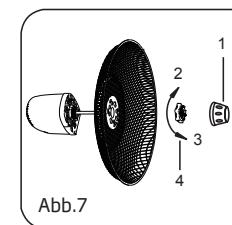

Abb.7
1. Lösen Sie den Spinner im Uhrzeigersinn (oder nehmen Sie den Spinner aus der Tasche) und die Kunststoffmutter gegen den Uhrzeigersinn, um beide zu entfernen. Befestigen Sie das hintere Gitter am Motor und ziehen Sie die Kunststoffmutter wieder an. (Abb. 7)